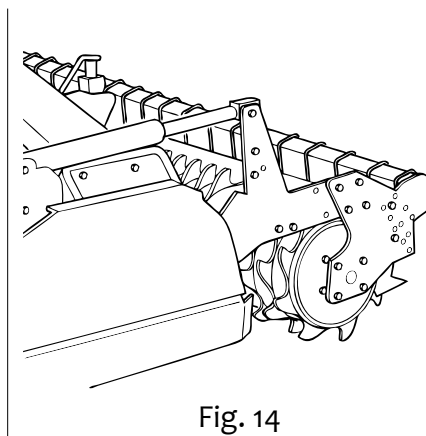

Fig. 14
3. Con cilindros hidráulicos (Fig. 14). Esta solución para la regulación de la profundidad de trabajo con cilindros de mando hidráulico, se efectúa desde el puesto de conducción, mediante el accionamiento hidráulico que controla los dos cilindros hidráulicos, que regulan los rodillos posteriores (8 Fig. 1) y por lo tanto determina la profundidad de trabajo. Ambos cilindros hidráulicos poseen válvula de bloqueo.